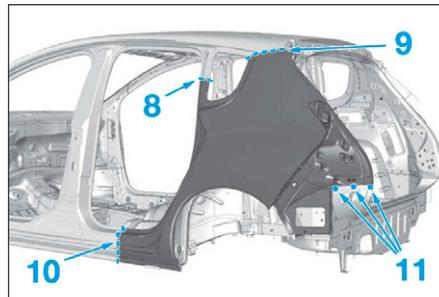
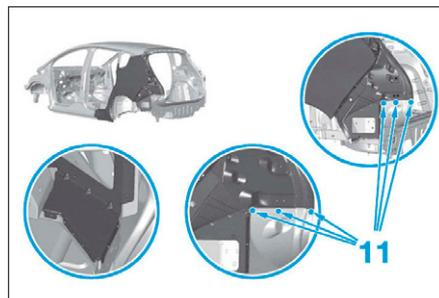

FIG. 170
FIG. 171
- Souder par cordons MAG en (8), (9) et (10) puis en (11) (Fig.170), (Fig.171) et (Fig.172).